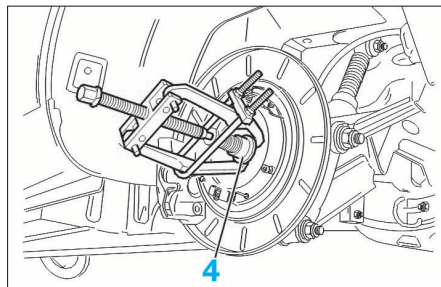

FIG. 50
- la cage intérieure de roulement (4) (Fig.50).